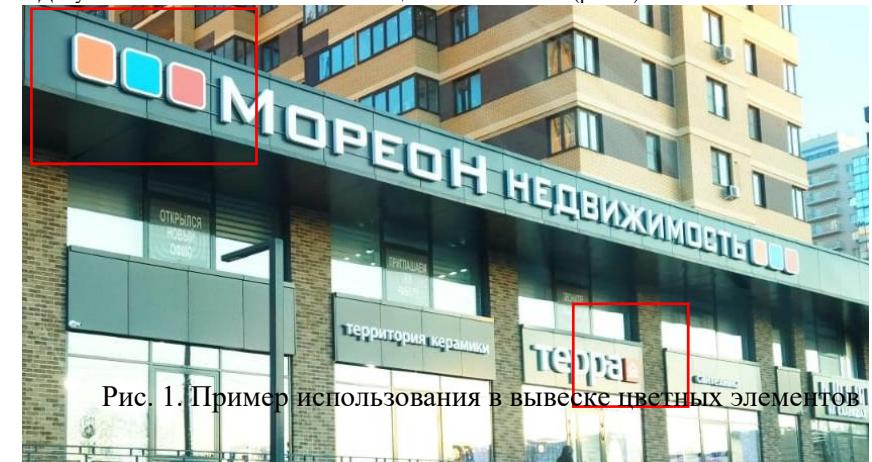

Рис. 1. Пример использования в вывеске цветных элементов
- RAL 7024 - для вывесок, расположенных на участке фасада с отделкой металлокассетами RAL 9003 Допускается использование в вывеске цветных элементов (рис. 1).